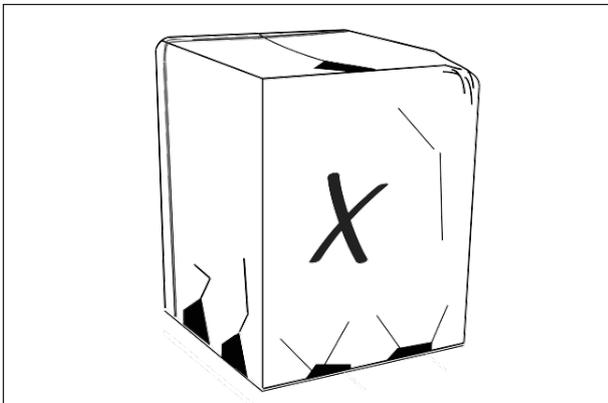

Figura 5
PASO 1 - Verifique si hay daños e informe de inmediato al transportista cualquier daño encontrado en la unidad (Figura 5).